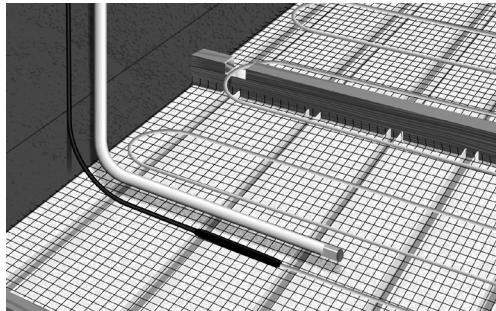

Fig. 17. Placera och fäst det tomta röret mellan två kablar
8. Installera ett tomt rör för golvgivaren. Se till att det tomma rörets ände ligger på samma nivå som värmekabeln och mellan två slingor, ca 50 cm från väggen. Försegla det tomma rörets ände. (Fig. 17).